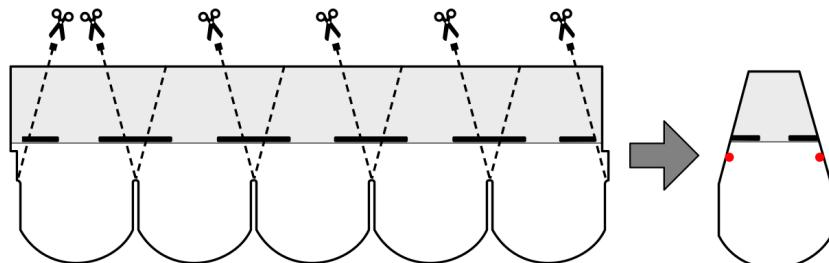

Fig. 10 – Preparazione elementi colmo
- Predisporre gli elementi colmo, andando a tagliare in cinque pezzi una tegola intera e sagomando la parte superiore con una certa inclinazione di taglio -Fig. 10.
- Predisporre gli elementi di colmo andando a tagliare in cinque pezzi una tegola intera e sagomando la parte superiore con una certa inclinazione di taglio -Fig. 10.